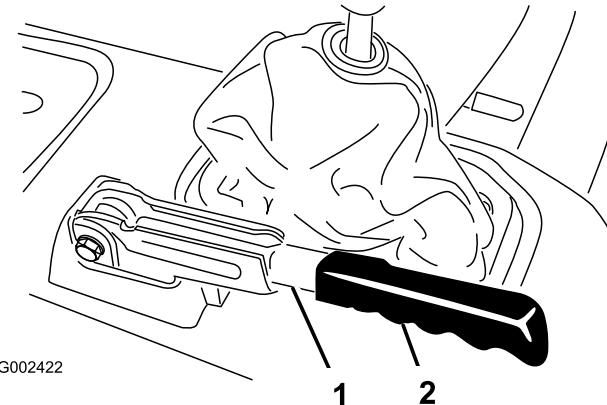

Figura 67
1. Retire la pieza de goma de la palanca del freno de estacionamiento (Figura 67).